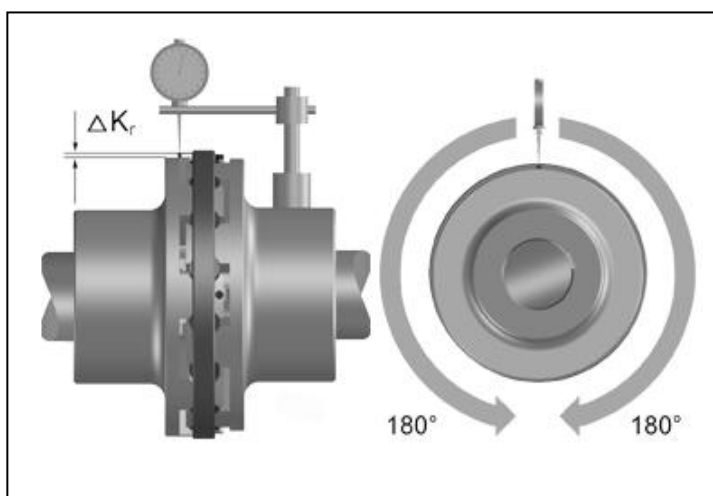

Bild 7
- Vermessen Sie eine ganze Umdrehung (360°). Ermitteln Sie dabei die größte Abweichung K_{r1} sowie die kleinste Abweichung K_{r2} (Bild 7).